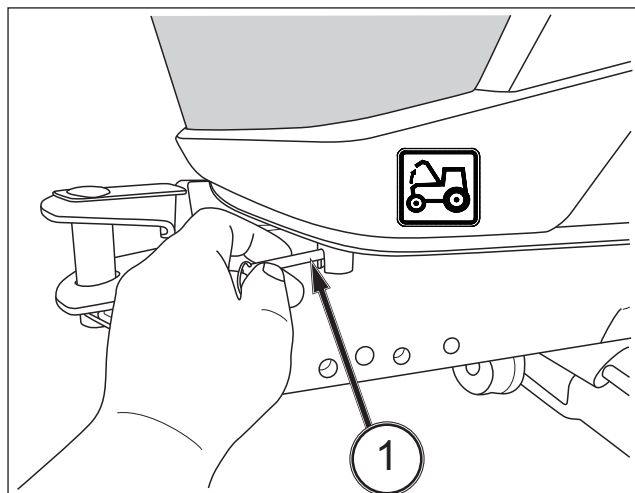

FIG. 103
FIG. 103 et 104 : pour ouvrir le capot, utilisez l'outil (1) attaché à la clé de contact. Vous verrez un trou dans la partie inférieure gauche du capot. Entrez-y l'outil et tirez. Ensuite, soulevez la partie avant du capot. Le capot sera maintenu ouvert automatiquement.